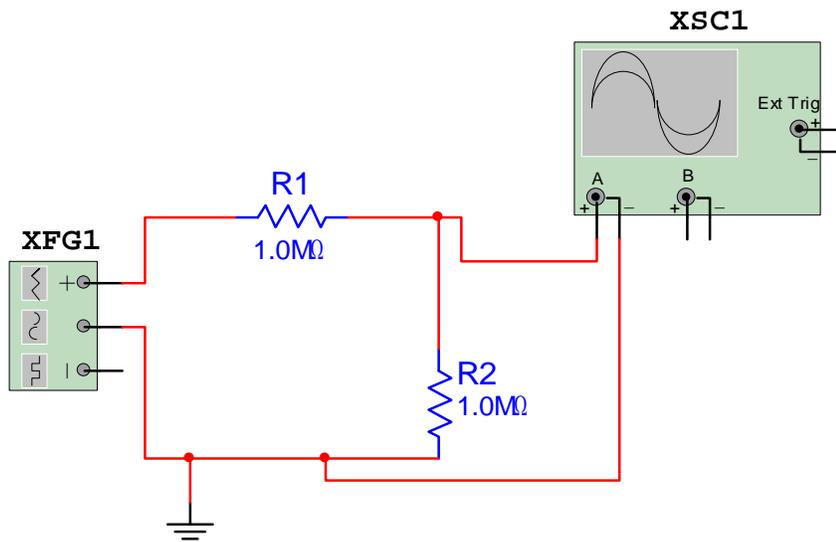

Fig. 2
- Medir con el osciloscopio con la punta de prueba en X1, o con una micro prueba, en los puntos mostrados comparar los resultados con los calculados, Fig. 2
- Medir de nueva cuenta pero la punta de prueba con X10, Fig. 2 comparar los resultados nuevamente y analizarlos, explicar el error por medio del lazo de tierra